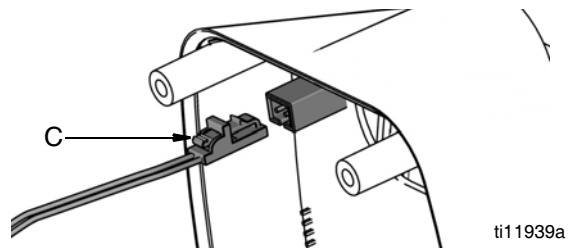

ABB. 49
10. Magnetventilleitung wieder anklemmen (C) (ABB. 49).